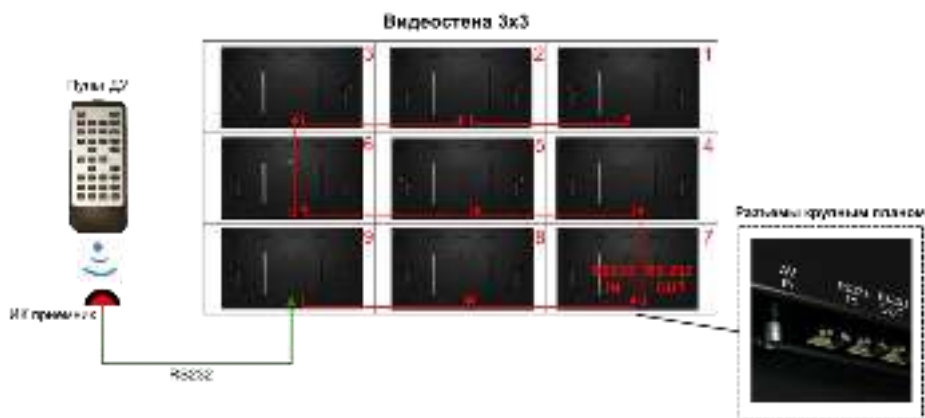

Рис. 4 Схема соединения ЖК - панелей в составе видеостены для единого управления с пульта ДУ (вид сзади)
3. Соедините ЖК – панели из комплекта VW3355F друг с другом по цепочке в определенном порядке с помощью комплектных патчкордов RJ-45 для того, чтобы реализовать единое управление видеостеной с комплектного пульта ДУ (рис. 4)